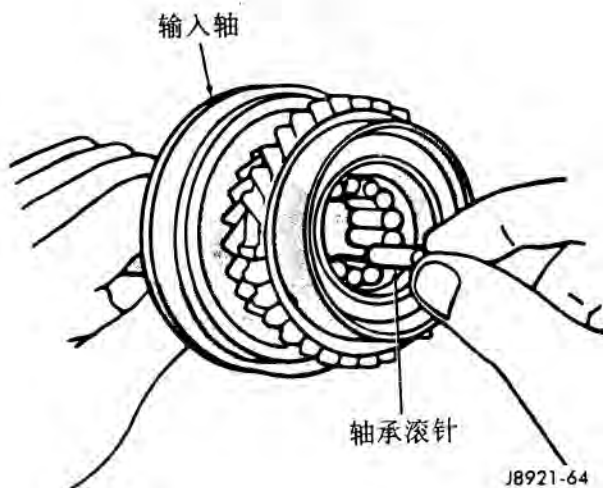

图 64 安装输入轴轴承滚针
(18) 用凡士林润滑输入轴轴承滚针并把滚针安装到轴上(图 64)。